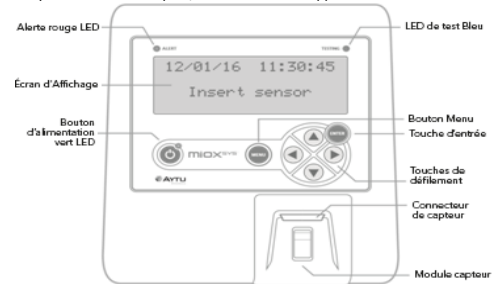

Figure 1 Analyseur MIOXSYS
5. Quand l'analyseur MIOXSYS est prêt, « Insert sensor » apparaît sur l'écran d'affichage (Figure 1).